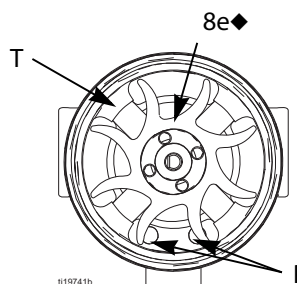

Рис. 30. Ориентация вентилятора
7. На рабочем месте установите блок катушки (8а) таким образом, чтобы сторона вентилятора была направлена вверх. С помощью отвертки с широким лезвием подденьте и снимите вентилятор (8е) с вала (S).
10. Установите новый нижний подшипник (8b1) на длинный торец вала (S). Более плоская сторона подшипника должна быть направлена в сторону от магнита (М). Установите катушку (8а) таким образом, чтобы пластины подшипника находились на одном уровне с поверхностью катушки.
12. на рабочем месте установите блок катушки (8а) таким образом, чтобы сторона вентилятора была направлена вверх. насадите вентилятор (8е) на длинный торец вала (S). лопасти вентилятора должны быть ориентированы так, как показано на Рис. 30.
13. Осторожно установите блок катушки (8а) на переднюю часть корпуса (8d) и одновременно с этим выровняйте положение штифта катушки по отношению к пазу в корпусе. Трехпроводной разъем (PC) должен располагаться ниже более широкой насечки (W) планок крепления в корпусе.